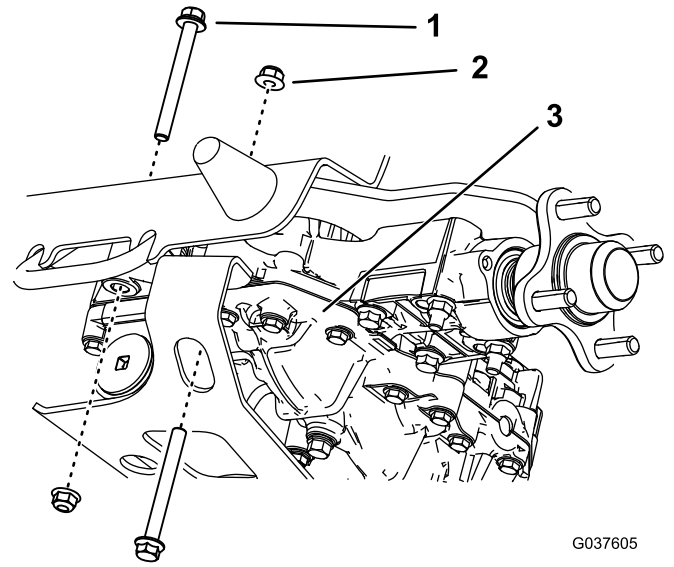

図 9
5. 右側右トランスアクスルから、リアボルト2本とナット2個を外す 図 9。ナットは捨てないこと。